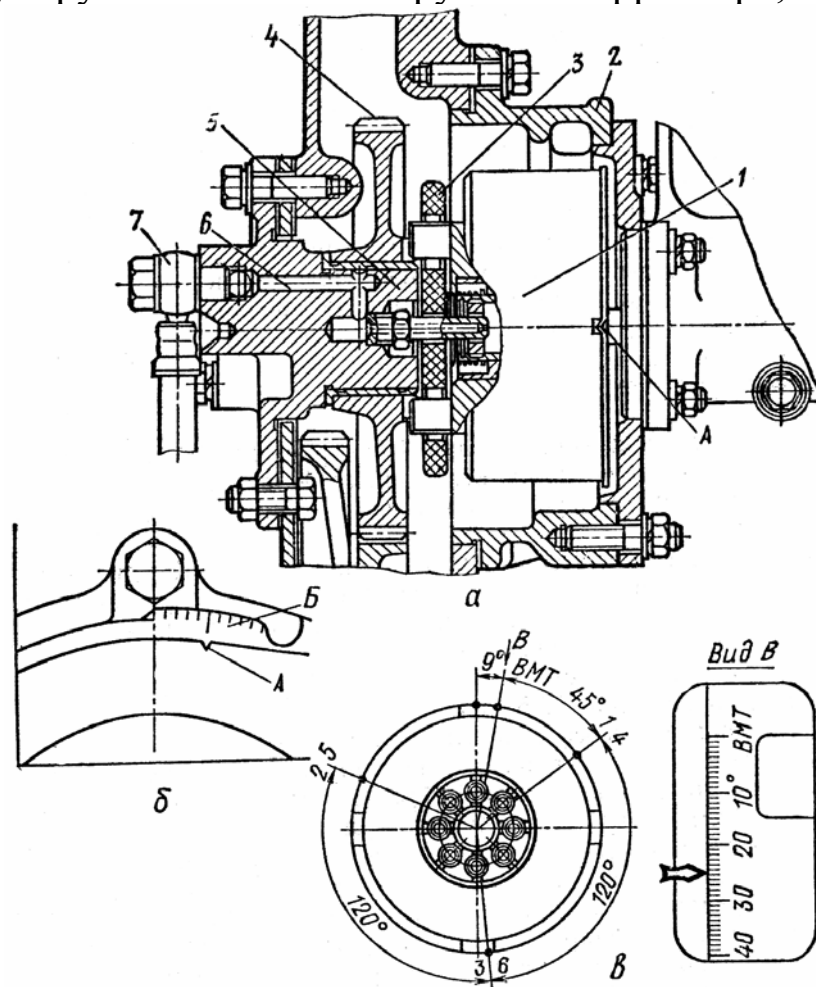

Рис. 4.16. Привод топливного насоса НД-22/6 (а), лимб контроля установки насоса на двигателе (б) и метки на маховике (в):
- подготовить двигатель, для чего установить поршень первого цилиндра в положение, соответствующее моменту начала подачи топлива. Для этого в первом цилиндре находят такт сжатия, затем нажимают на стержень указателя ВМТ и осторожно вращают коленчатый вал, пока указатель не утонет в отверстии маховика. Это положение соответствует ВМТ. Далее снять крышку люка на картере маховика и закрепить стрелку против риски ВМТ. Провернуть коленчатый вал почти на два оборота, а потом медленно вращать его, пока со стрелкой не совпадет деление 26° (рис. 4.16, б);
- подготовить насос, для чего установить его на место, надеть текстолитовую шайбу 3 (рис. 4.16, а) на кулачки шестерни привода 4. Далее установить кулачки муфты 1 вертикально (кулачок с меткой должен быть вверх) и ввести их в отверстия шайбы 3;